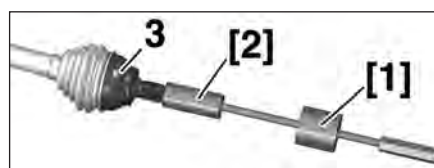

FIG.8
- le bol (3) à l'aide des outils [1] et [2] (Fig.8),